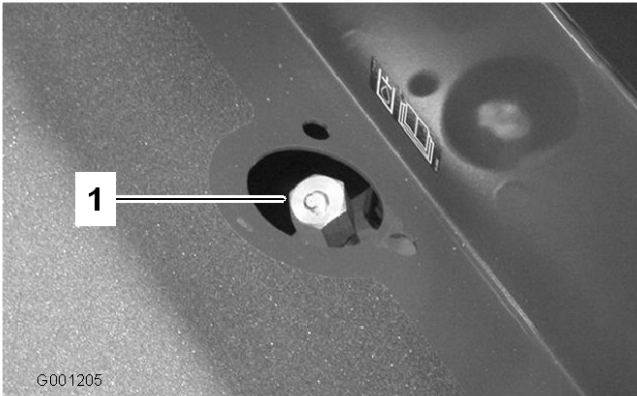

Figure 24
2. Dévissez le bouchon-jauge (Figure 24) du goulot de remplissage et essuyez-le sur un chiffon propre. Revissez la jauge à la main dans le goulot de remplissage, puis sortez-la de nouveau pour vérifier le niveau de liquide. Si le niveau est à plus de 13 mm de la rainure